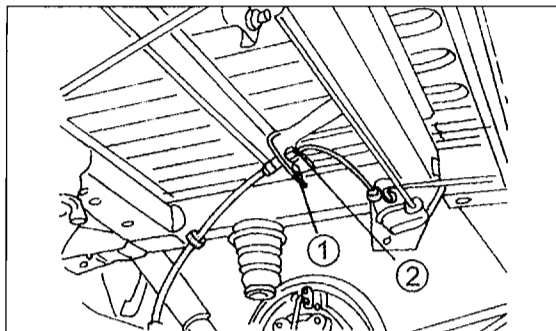

Bild 247
- Bei eingebautem ABS die hydraulischen Leitungsverbindungen trennen, die Clips der Bremschlauchbefestigung ausschlagen, die Kabelstecker von den Drehzahlgebern im Kabelbündel abziehen und das Kabelbündel von der Befestigung an der Karosserie frei machen. Wie die Teile bei diesen Ausführungen angeordnet sind, kann man Bild 247 entnehmen. Alle